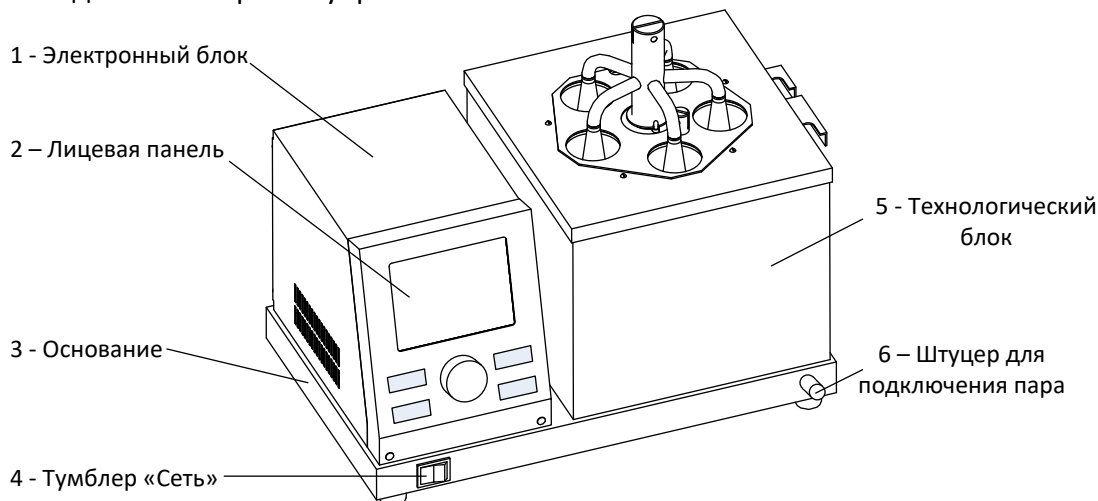

Рисунок 1 – Общий вид аппарата ФС-10
2.3.1.4 На лицевой панели (см. рисунок 1) расположены большой полноцветный дисплей, клавиатура и ручка управления. Расположение органов управления представлено на рисунке 4, а назначение приведено в таблице 4.
- 3.3.9 Подключить аппарат ФС-10 к сети ~230 В и включить **тумблером «Сеть»** (см. рисунок 1).